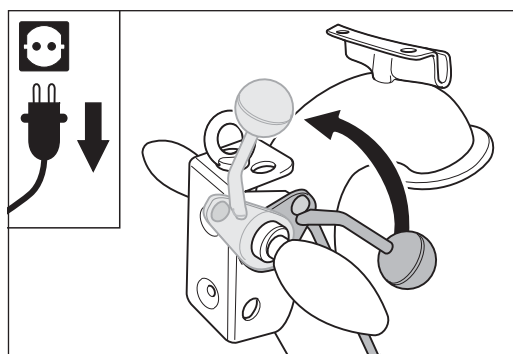

Abb. 61 Den Ablasshebel am Handgriff bis zum Anschlag nach oben ziehen. Dadurch wird die Schleifwalze vom Boden abgehoben.
- 4 Ziehen Sie den Ablasshebel am Handgriff bis zum Anschlag nach oben (Abb. 61). Dadurch wird die Schleifwalze vom Boden abgehoben.